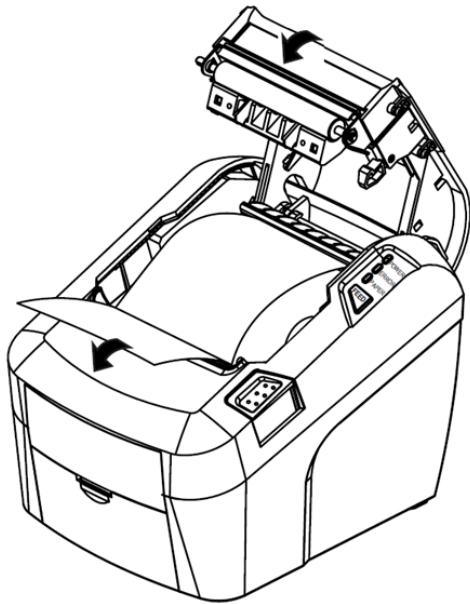

Рисунок 9 – Закривання кришки чекової стрічки
- витягніть смужку паперу, після чого закройте кришку чекової стрічки (рисунок 9);
- закрити кришку чекової стрічки (рисунок 9).